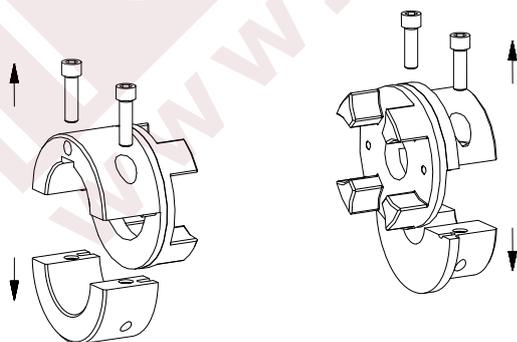

Рис. 14: Демонтаж съёмных частей зажимных ступиц
- Снимите с основной части зажимной ступицы съёмную часть (см. рис. 14).